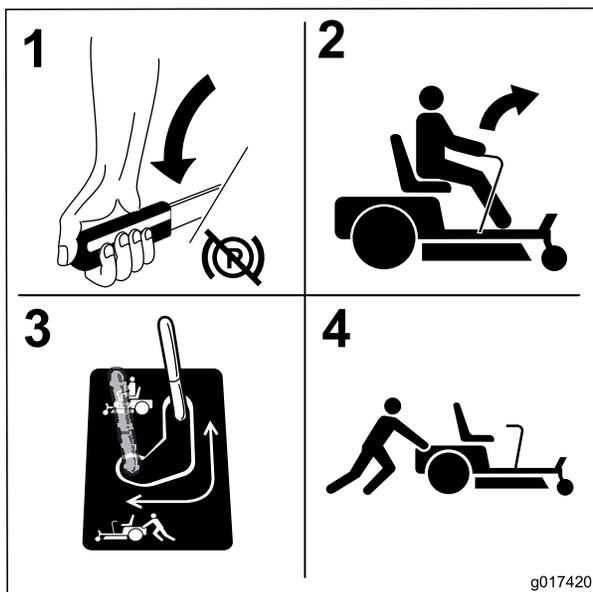

Figure 29
3. Pour pousser la machine, déplacez les leviers de dérivation en arrière et bloquez-les en place (Figure 29).
6. Pour faire fonctionner la machine, amenez les leviers de dérivation en position de marche avant (Figure 29).